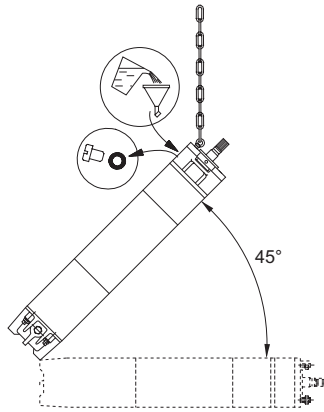

Fig. 4 Posición del motor durante el llenado – MMS
- Colocar el motor en un ángulo de  $45^{\circ}$  con el punto más alto del motor hacia arriba, ver fig. 4.